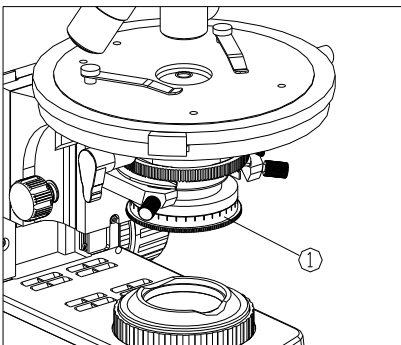

图 30
- (1) 转动起偏镜调节环①，可调节起偏镜的振动方向，可  $360^\circ$  旋转。正交观察时，应使“0”刻线与座上直刻线对齐。（如图 30）